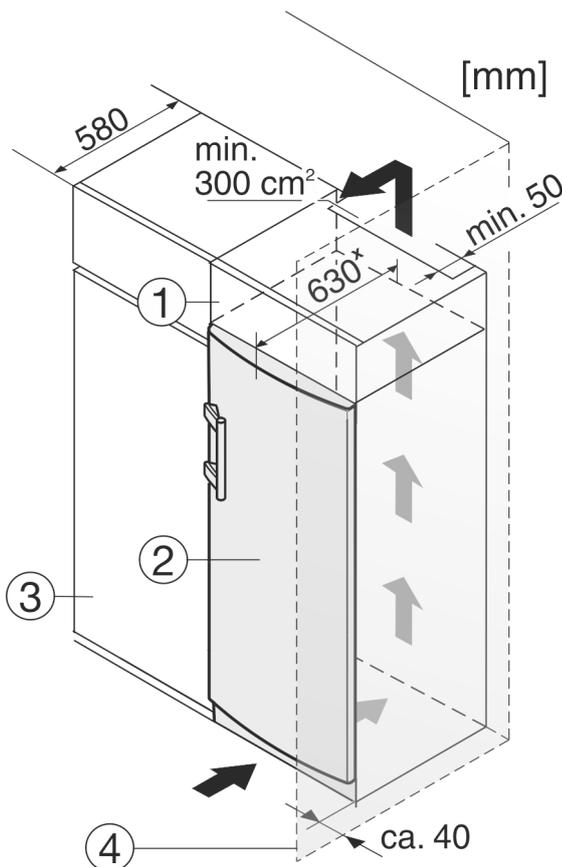

Fig. 12
Das Gerät kann mit Küchenschränken umbaut werden. Um das Gerät Fig. 12 (2) der Küchenzeilenhöhe anzugleichen, kann über dem Gerät ein Aufsatzschrank Fig. 12 (1) angebracht werden.
Beim Umbau mit Küchenschränken (Tiefe max. 580 mm) kann das Gerät direkt neben dem Küchenschrank Fig. 12 (3) aufgestellt werden. Das Gerät steht seitlich 34 mmx und in der Gerätemitte 50 mmx gegenüber der Küchenschrankfront vor.
Wenn das Gerät mit den Scharnieren neben einer Wand Fig. 12 (4) aufgestellt wird, muss der Abstand zwischen Gerät und Wand mindestens 40 mm betragen. Dies entspricht dem Griffüberstand bei geöffneter Tür.